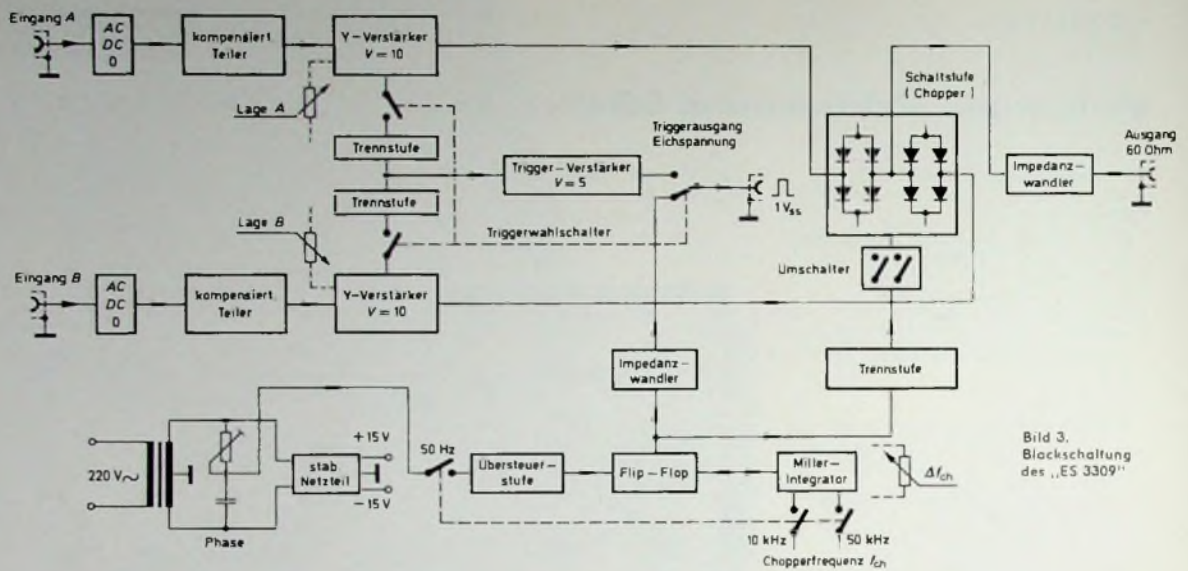

Bild 3. Blockschaltung der „ES 3309“
2. Funktionsbeschreibung an Hand der Blockschaltung (Bild 3)